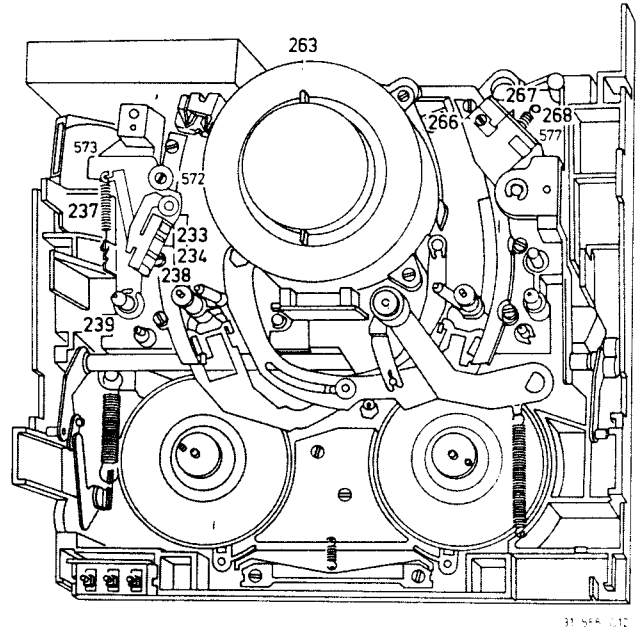
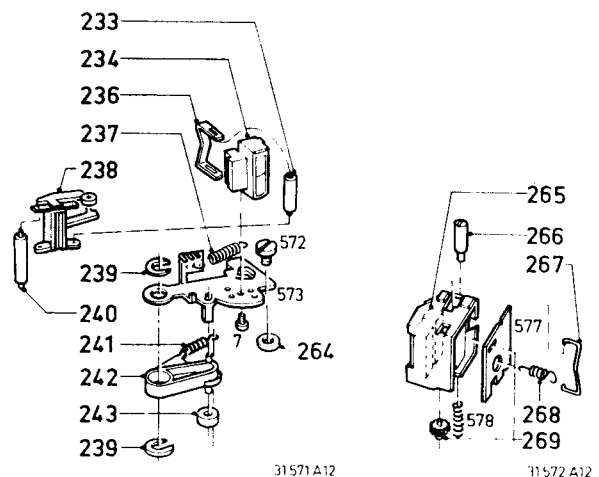

Fig. 2-14
Fig. 2-15
2. Die Höheneinstellung des Kombikopfes erfolgt mit Hilfe der Schraube 269. (Abb. 2-15).
- Feder 267 mit der die Rückwand 577 der KombikopfAbschirmung an ihrer Stelle gehalten wird, aushängen. (Abb. 2-14).
- Kopfbefestigungsfeder 268 an der Befestigungsstelle des Kombikopfes einhängen. (Abb. 2-14).
- Kopf entgegen dem Federdruck der Feder Pos. 578 drücken und die Azimumutter Pos. 266 eindrehen. (Abb. 2-15).
- Schraube 572 völlig herausdrehen und den Kunststoffanschlag 264 entfernen. Abb. 2-14, Abb. 2-15.
- Löschkopf 234 von der Platte 573 nehmen durch Lösen der Schraube 7. (Abb. 2.15.).